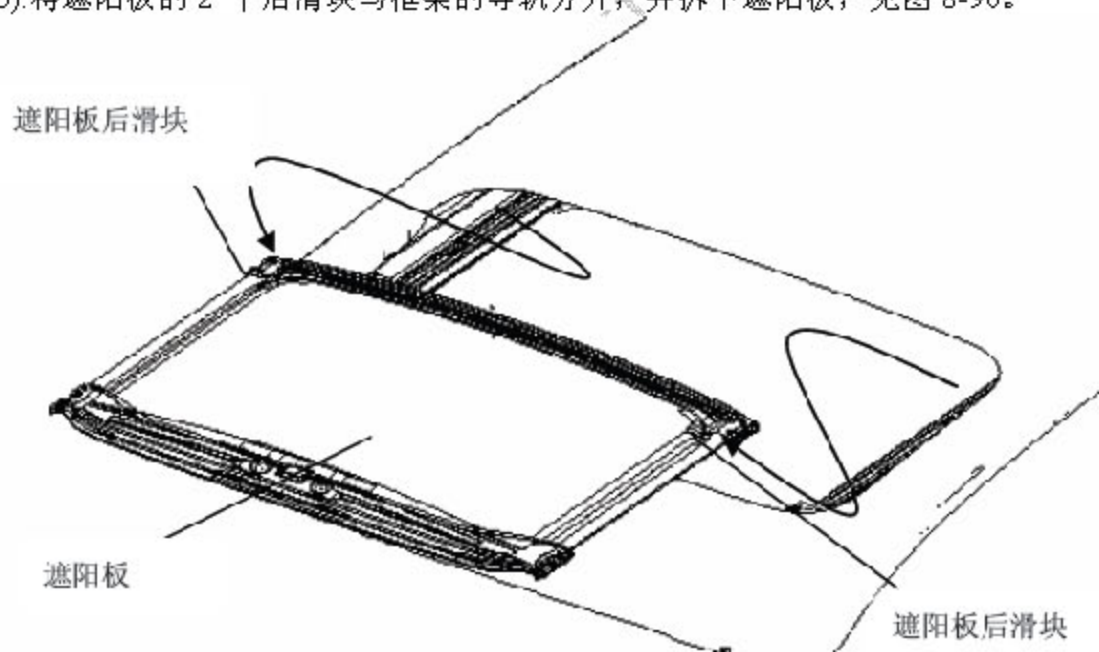

图 8-96 拆下遮阳板
5) 将遮阳板的 2 个后滑块与框架的导轨分开，并拆下遮阳板，见图 8-96。